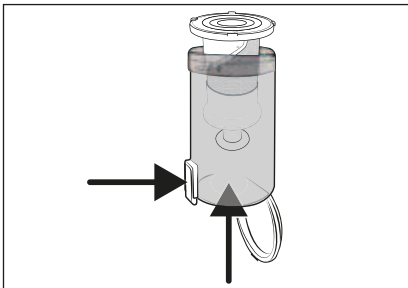

Fig. 18
- 3) Tag filteret af rustfrit stål **6** ud af støvbeholderen **7** ved at trykke på oplåsningsknappen til støvbeholderdækslet **8**. Skub så filteret af rustfrit stål **6** ud af støvbeholderen **7** nedefra (se fig. 18).